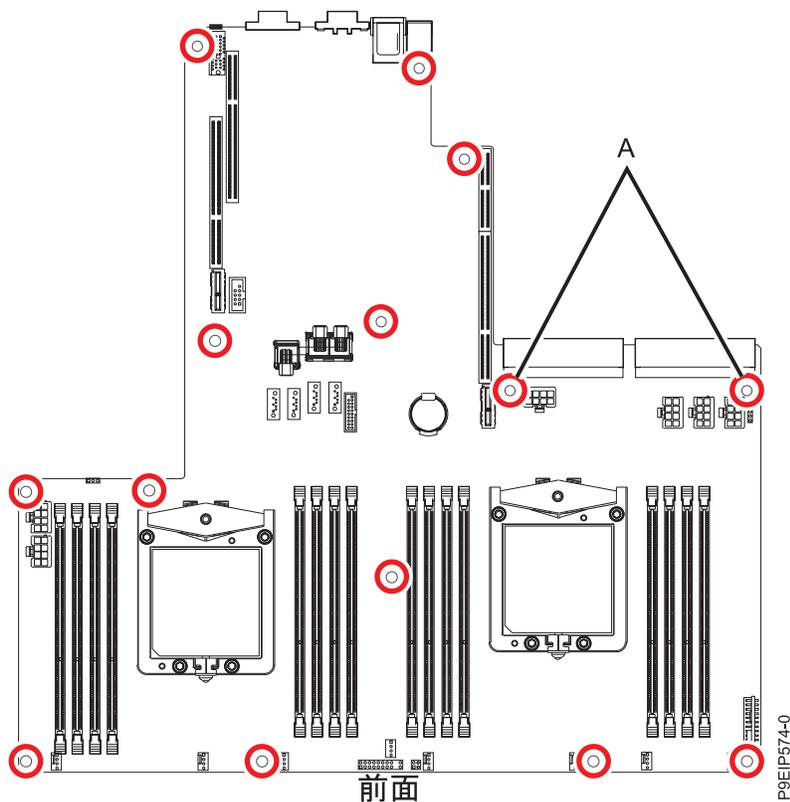

図 49. ねじの位置：(A)にある2本のねじは、少し長くなっています。
17. 14本のねじをシステム・バックプレーンに位置合わせて取り付けます。ねじの位置は 51 ページの図 49 に示しています。